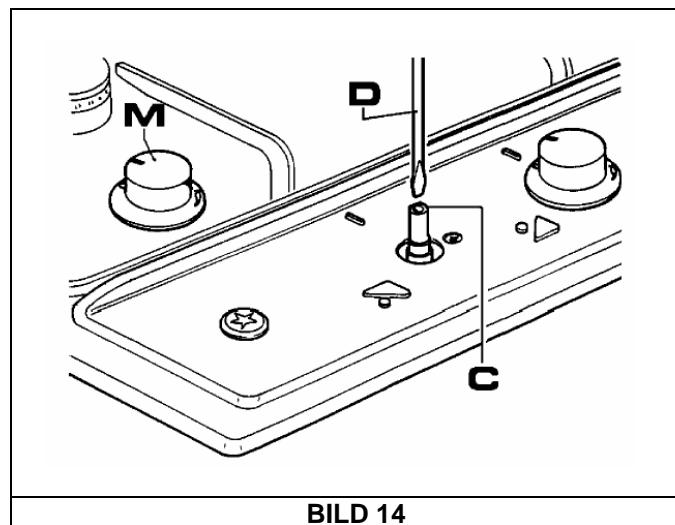

BILD 14
- Den „M“ (Bild 14) Gashahnknebel entfernen, der auf der Welle leicht aufgesteckt ist.
- Einen kleinen Schraubenschlüssel „D“ im Loch „C“ (Bild 14) stecken und die Drosselschraube nach Rechts oder Links drehen, bis die Flamme auf Kleinstellung geregelt ist.